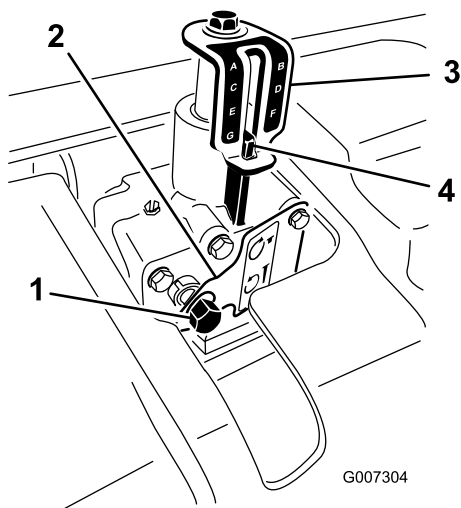

Figura 24
3. Insira um parafuso sextavado no veio de entrada do ajustador de profundidade (Figura 24).
- Rode o ajustador de profundidade no sentido dos ponteiros do relógio para reduzir a profundidade de arejamento ou no sentido contrário ao dos ponteiros do relógio para aumentar a profundidade de arejamento. (Figura 24).
- Rode o veio de entrada do ajustador de profundidade até obter a profundidade desejada, conforme indicado no autocolante indicador de profundidade (Figura 24).